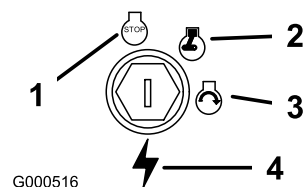

Figure 12
3. Tournez la clé de contact en position Contact coupé (Figure 12).